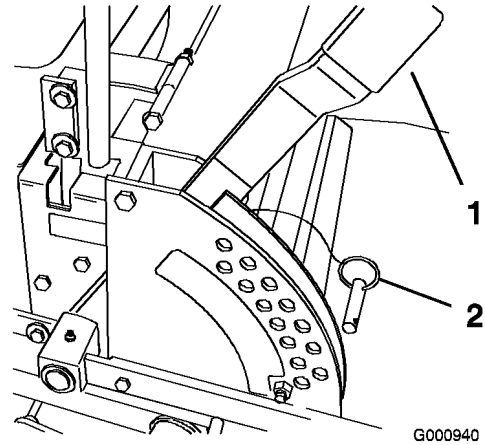

Bild 17
1. Heben Sie den Schnitthöhenhebel in die Transportstellung (entspricht der Schnitthöheneinstellung von 127 mm) (Bild 17).
2. Entfernen Sie den Lastösenbolzen zum Einstellen der Schnitthöhe aus der Schnitthöhenhalterung (Bild 17).
Schnitthöhe entspricht, und stecken Sie den Lastösenbolzen wieder ein (Bild 17).